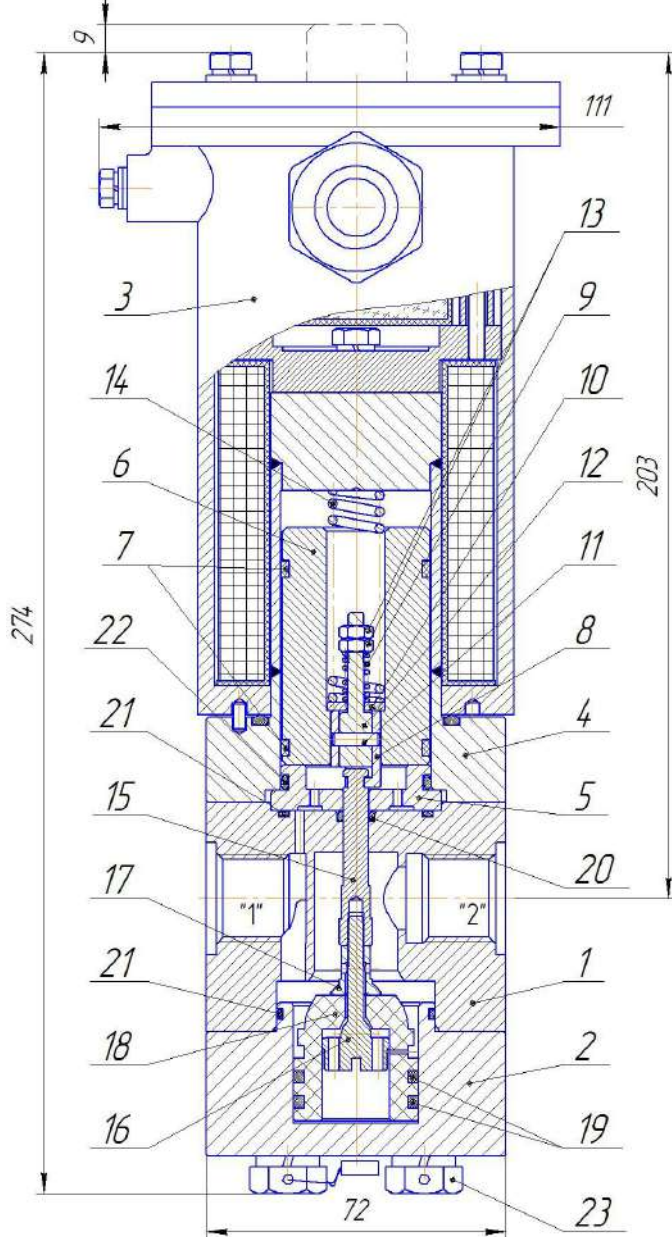
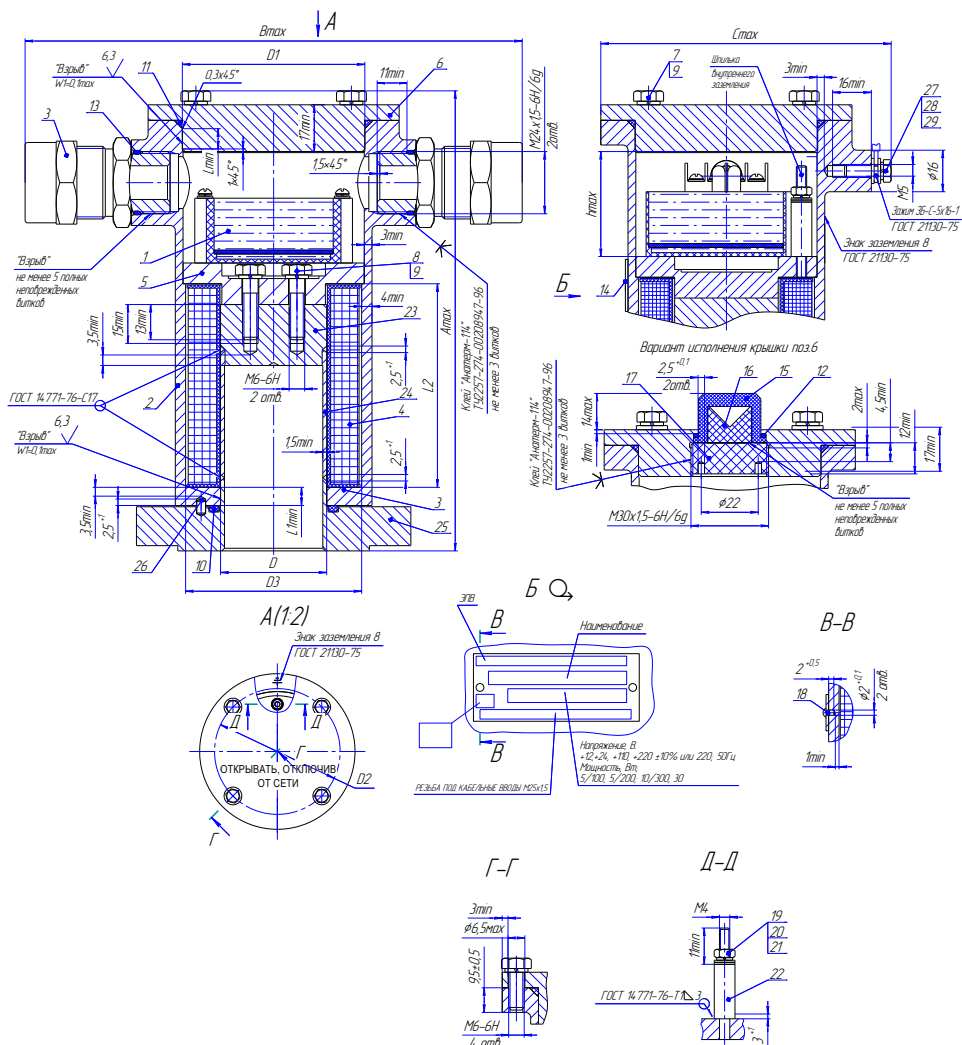

Рис.1 Клапан. Общий вид
Рисунок 3. Привод. Чертеж средств взрывозащиты
4.7 Материалы основных деталей клапана, контактирующих с рабочей средой, (см. рисунок 1)
Клапан состоит из следующих основных узлов и деталей (см. рисунок 1): корпус 1, крышка 2, электромагнитный привод 3, разделительная трубка 4, шайба 5, сердечник 6 с кольцами 7, компенсатор, состоящий из втулки 8, пружины 9, шайбы 10, штифта 11, винта 12 и гаек 13, возвратная пружина 14, затвор 18 в сборе с винтом 16, гайкой 17 и тягой 15, кольца 19.
Обозначения на рис. 1: 1–корпус (Сталь 14X17H2 ГОСТ 5632-72), 2-камера (Сталь 14X17H2 ГОСТ 5632-72), 3- электромагнитный привод (см.рис.3), 4- трубка разделительная(Сталь 12X18H10Т ГОСТ 5632-72, 14X17H2 ГОСТ 5632-72), 5-шайба (Сталь 14X17H2 ГОСТ 5632-72), 6- сердечник (Сталь 14X17H2 ГОСТ 5632-72), 7,19-кольцо (фторопласт Ф4К20 ТУ 6-05-1413-76), 8-втулка (Сталь 14X17H2 ГОСТ 5632-72), 9,10,14- пружина (Проволока ВО-2 ТУЗ-1002-77), 11- штифт (Сталь 12X18H10Т ГОСТ 5632-72),12-тяга (Сталь 14X17H2 ГОСТ 5632-72), 13- гайка А2 DIN934, 15-тяга (Сталь 12X18H10Т ГОСТ 5632-72), 16-плунжер (Сталь 14X17H2 ГОСТ 5632-72), 17-гайка (Сталь 14X17H2 ГОСТ 5632-72), 18 – затвор (РЕЕК), 20,21,22,-кольца уплотнительные (резиновая смесь), 23- болт А2 DIN962
Электромагнитный привод (ЭПВ) представляет собой электромагнит постоянного тока со схемой управления режимом работы и состоит (см. рис.3) из корпуса 2 с двумя кабельными вводами и крышкой 6, катушки 4, прижимного фланца 5 и электронного блока управления 1 (модуль СФУ).
- заключения его электрических цепей во взрывонепроницаемые металлические оболочки по ГОСТ ИЕС 60079-1. Взрывоустойчивость оболочек проверяется при изготовлении испытаниями избыточным давлением 1,5 МПа. Сопряжения деталей, обеспечивающих взрывозащиту показаны на чертежах средств взрывозащиты (рисунок 3, 4). На поверхностях, обозначенных "Взрыв" не допускаются раковины, забоины, вмятины, ржавчина, чернота, наличие краски и другие дефекты.
7.2.2 Присоединить питающий кабель к приводе в последовательности (см. рис. 3, 4, 5):